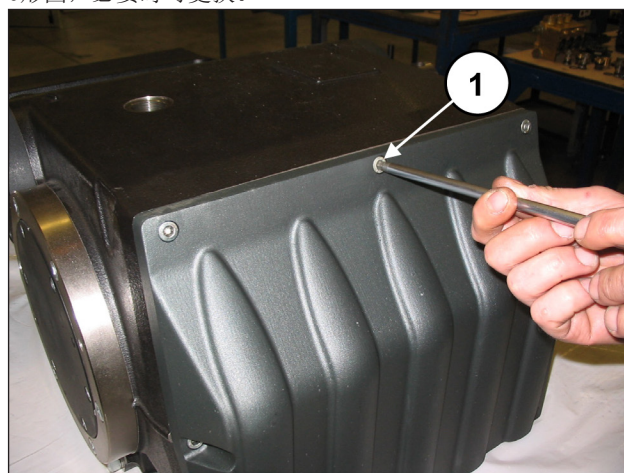

图 9
拧松曲轴箱盖固定螺丝 (位置①, 图 9) 并将其取出。取出 O形圈, 必要时可更换。